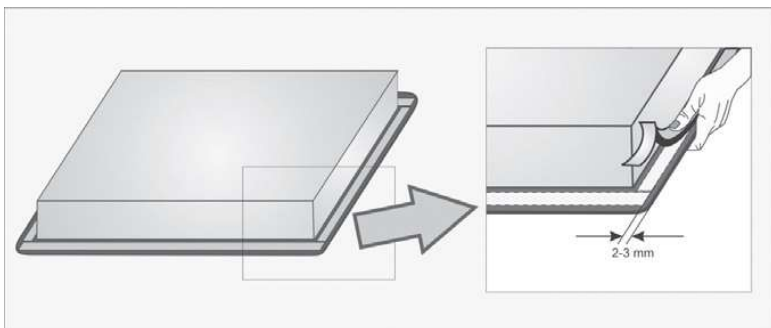

Рис. 2. Наклеивание уплотнителя.
- наклейте уплотнитель (входит в комплект) на тыльную сторону стеклокерамической поверхности ровно по контуру панели (Рис.2);